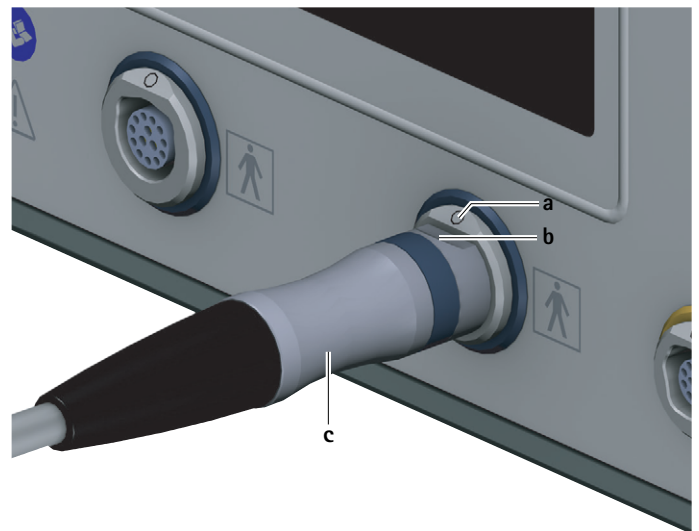

Fig. 3 Raccordement du câble de moteur
- Orienter le connecteur pour unité de commande **c** du câble de moteur de telle sorte que le repère **b** sur le connecteur coïncide avec le repère **a** sur la prise de raccordement pour partie appliquée **7**, voir Fig. 3.
- Tirer le câble de moteur sur le connecteur pour unité de commande **c** hors de la prise de raccordement pour partie appliquée **7**, voir Fig. 3.